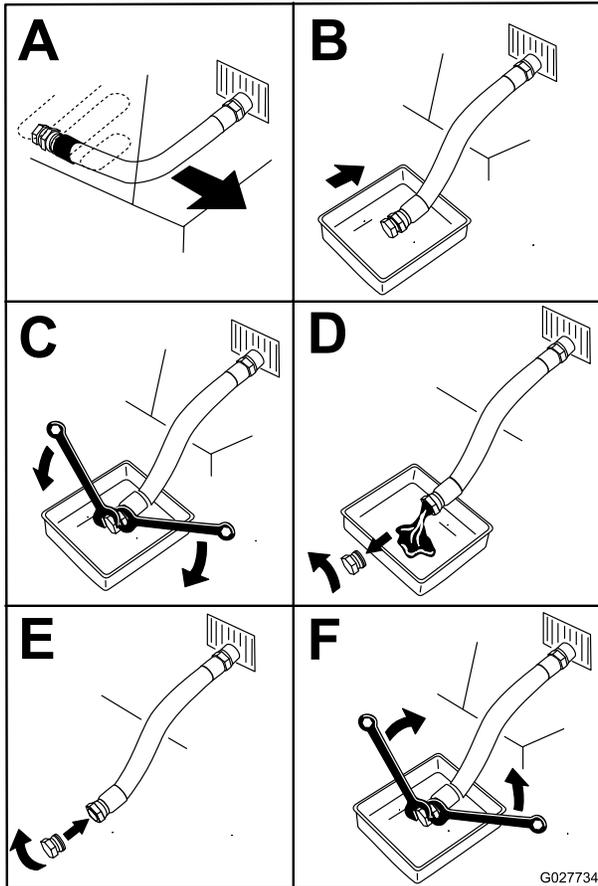

Figura 49
4. Drene el aceite del motor (Figura 49).